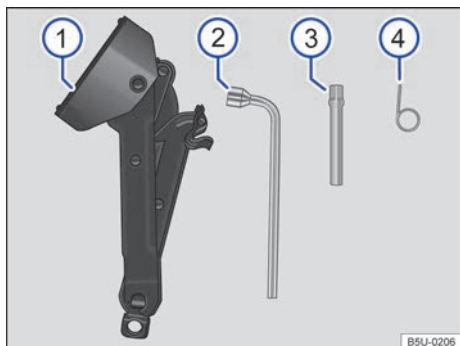

Fig. 163 Componentes de las herramientas de a bordo.
Componentes de las herramientas de a bordo ⇒ fig. 163
- Encajar el adaptador ⇒ fig. 163 (3) y la llave de rueda (2) en el tornillo del mecanismo.
- Empujar con cuidado la rueda de emergencia, en el sentido de la flecha (D), posicionándola de abajo del vehículo.